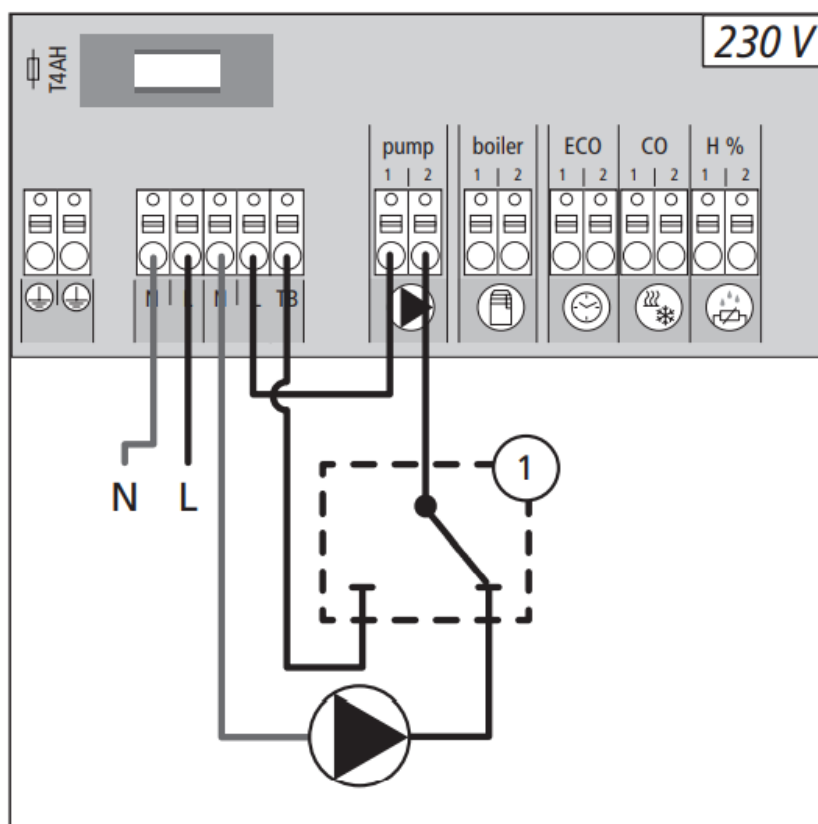

Imagen 9
- Es posible instalar un limitador de temperatura dispuesto por el cliente (1) que desactiva la bomba y conecta la entrada TB cuando se registran temperaturas iniciales demasiado altas en la calefacción del suelo. Si se activa la entrada TB, la estación base gestiona todos los actuadores de forma automática. (Ver Imagen 9)